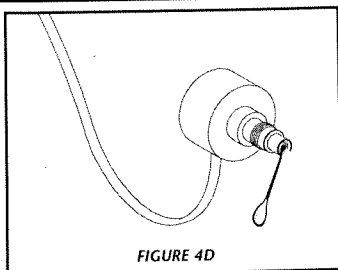

FIGURE 4D
3. Lorsque le capteur a été séparé de la chambre du réacteur, nettoyer la fenêtre de quartz avec un produit de détartrage commercial (CLR ou Lime-A-Way); utiliser un bâtonnet ouaté sans peluches (Figure 4d). Respecter les instructions du fabricant du fluide de nettoyage utilisé. Ne jamais utiliser un produit de nettoyage abrasif sur la fenêtre du capteur. La garantie du fabricant ne peut être honorée si la fenêtre de quartz du capteur a été détériorée par des éraflures.